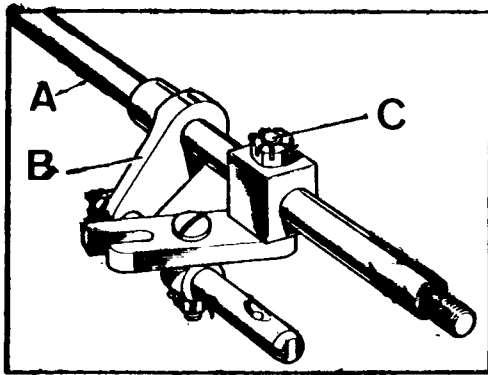

Fig. C-60 Conjunto de la barra corredera y eje
- 3.2.3. Montar el dado de la barra corredera situando los elementos de fijación, C (Fig. C-60) de tal manera que la tuerca y clavija queden al mismo -- costado en que se encuentran las muescas para el émbolo fiador.